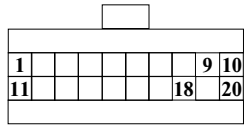

Рис. 5
**Внимание!** Если на автомобиле не установлен иммобилайзер АПС-4, то необходимо ввести перемычку между контактами **9** и **18** в разьеме для подключения блока иммобилайзера, расположенного под панелью приборов рядом с контроллером впрыска. (На "Классике" иммобилайзер не устанавливается). Внешний вид разьема приведен на рис. 5.